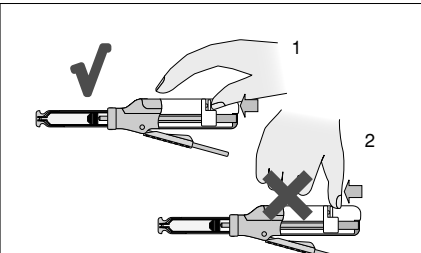

Fig. 5
- a. Retirer le capuchon de la cartouche. (Fig. 5)
- Quitar la tapa del cartucho. (Fig. 5)